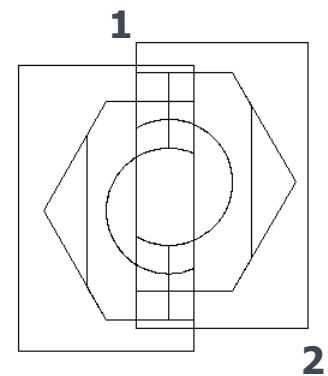

Рис.5.30
- h) на запрос первого угла видового экрана (Specify first corner of viewport) щёлкнуть точку **1** над проекцией разреза (вверху слева от середины проекции – рис.5.30);
- i) на запрос противоположного угла видового экрана (Specify opposite corner of viewport) щёлкнуть точку **2** под новой проекцией (внизу справа - рис.5.30);